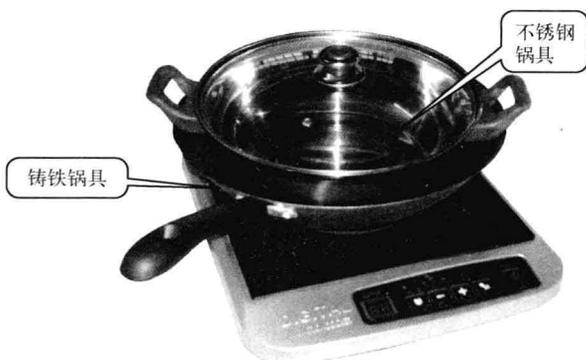

图 1-4 电磁炉的锅具
**3) 电磁炉的锅具** 电磁炉的锅具分为铁磁性材料锅具和磁感应材料复底锅，如不锈钢、搪瓷、铸铁锅具。锅具的底部平坦，直径为 12~26cm。当炉盘线圈通以高频电流时，会产生交变磁场，铁质锅具底部就会切割交变磁场，在锅具底部的金属部分产生交变的电流（即涡流），涡流使锅具中的铁分子高速无规则运动，分子互相碰撞、摩擦而产生热能，使锅具本身自行快速发热，从而加热和烹饪食物。所以锅具是电磁炉的一部分，没有锅具的电磁炉是不能产生热量的。不适用的锅具包括以陶瓷、玻璃、铝、铜为材料的锅具，或者底部不平坦的锅具。电磁炉的锅具如图 1-4 所示。